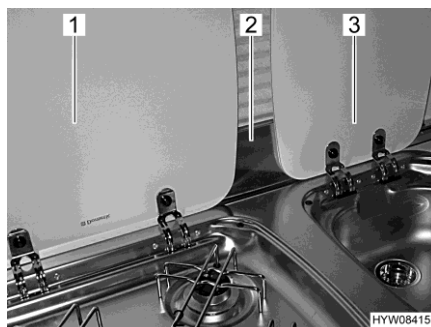

Fig. 135 Écran pare-flammes et couvercles
L'écran pare-flammes (Fig. 135,2) doit être accroché au cadre de la fenêtre avant de cuisiner. L'écran pare-flammes recouvre alors la zone entre les couvercles de l'évier (Fig. 135,3) et du réchaud à gaz (Fig. 135,1).
- Accrocher l'écran pare-flammes (Fig. 135,2) au cadre de la fenêtre.
- Ouvrir le couvercle du réchaud à gaz (Fig. 135,1).